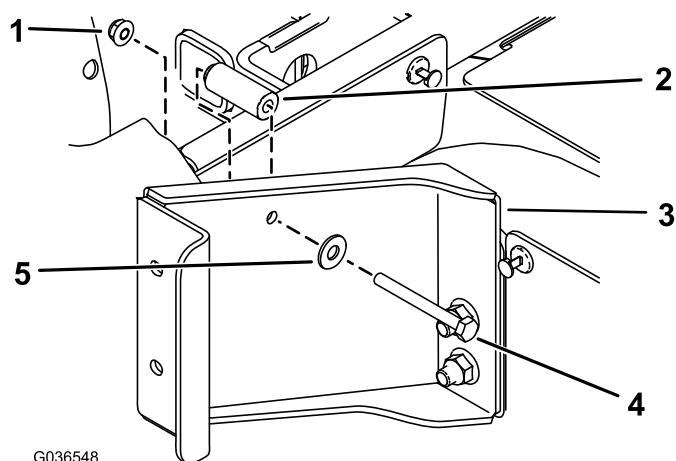

图2
C. 如图2所示, 用 1 个六角头螺栓 (1/4 x 2-1/2 英寸)、1 个扁平垫圈 (5/16 英寸)、1 个隔片 (9/32 x 5/8 英寸) 和 1 个凸缘螺母 (1/4 英寸) 将支架固定到后座椅底座后面。